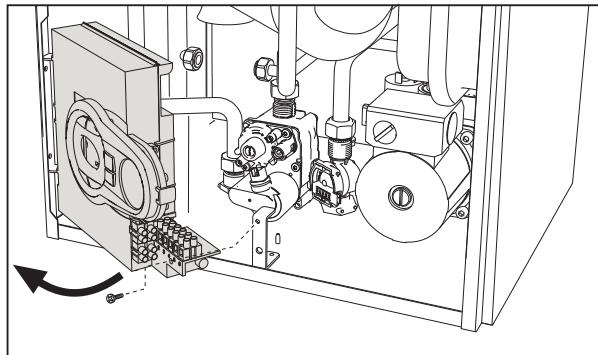

fig. 21
- Desenroscar el tornillo y girar el panel de mandos (fig. 21).